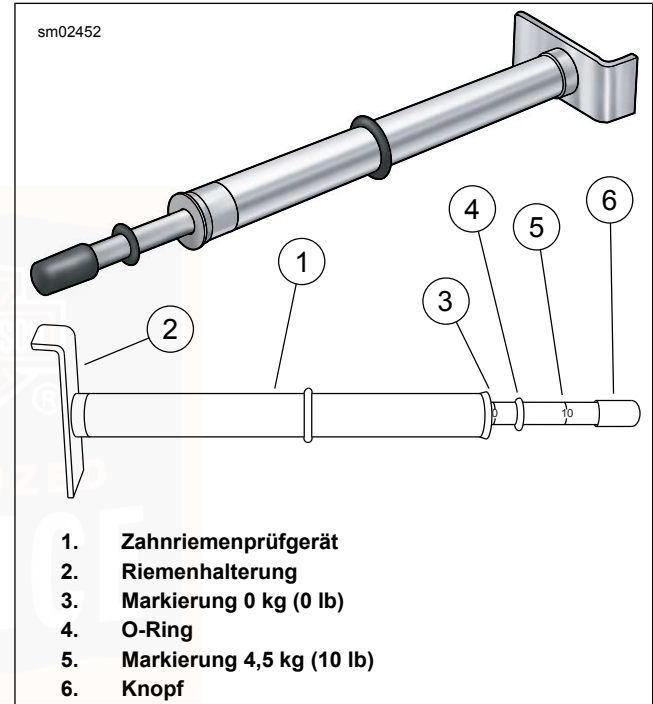

Abbildung 99. Zahnriemenprüfgerät
3. Siehe Abbildung 99. Messung der Riemendurchbiegung mit: